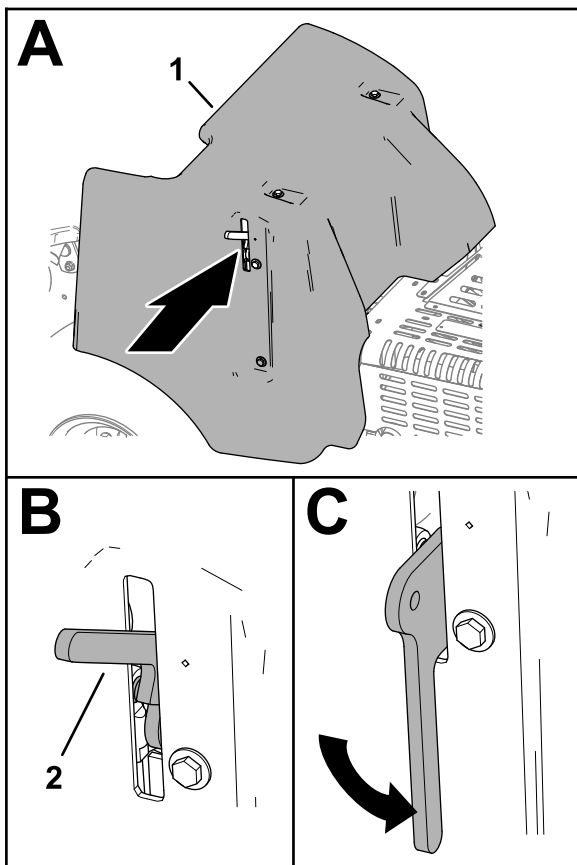

Bild 146
3. Senken Sie den Verriegelungsgriff vollständig ab, um die Abdeckung zu sichern (**Bild 146**).